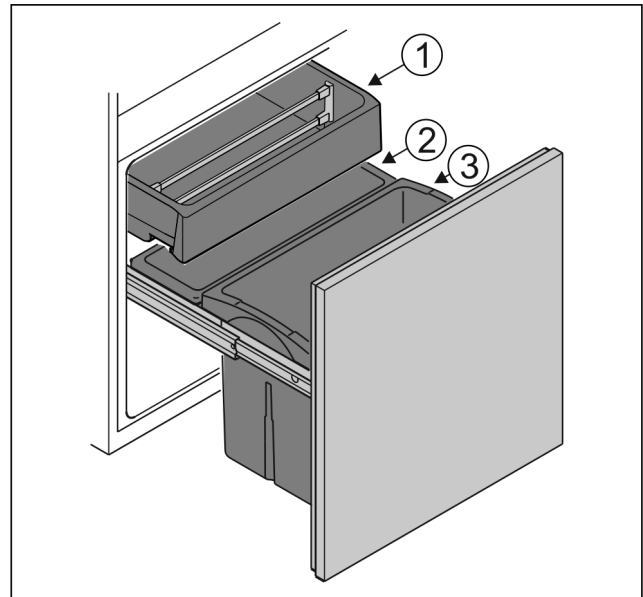

Fig. 70
- ▶ Behälter Fig. 70 (1): Unverpacktes Gemüse und Südfrüchte lagern.
- ▶ Behälter Fig. 70 (2): Unverpackte kleine Obst- und Gemüsesorten lagern.
- ▶ Behälter Fig. 70 (3): Einzelne Flaschen lagern.